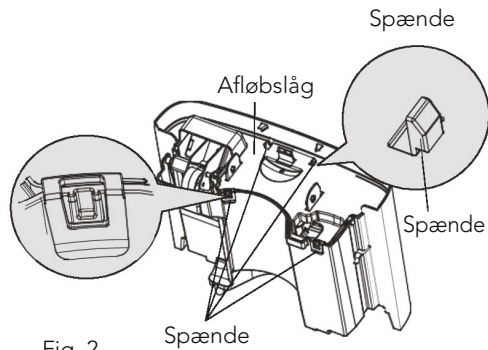

Fig. 2
- (2) Tryk 4 spænder om vandbeholderen. Løft udløbslåget. (vist i Fig. 2)